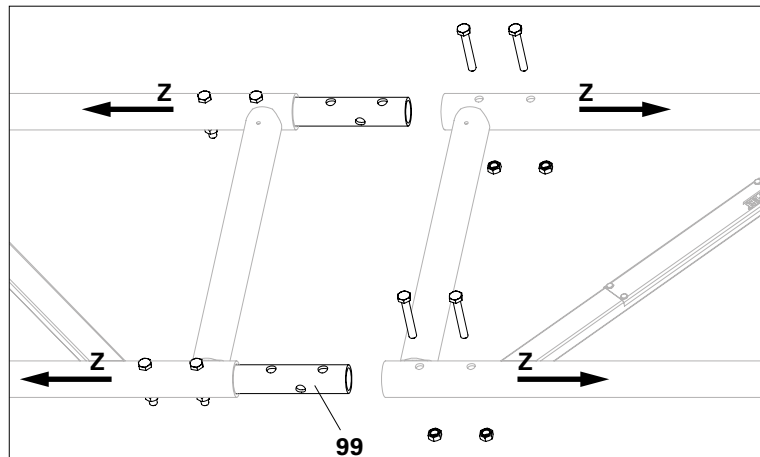

Abb. A11.15a
2. Zweiten Gitterträger auf die Verbinder ULT aufstecken und mit je 2 Schrauben M10 x 70-8.8 mit Mutter montieren. (Abb. A11.15a)